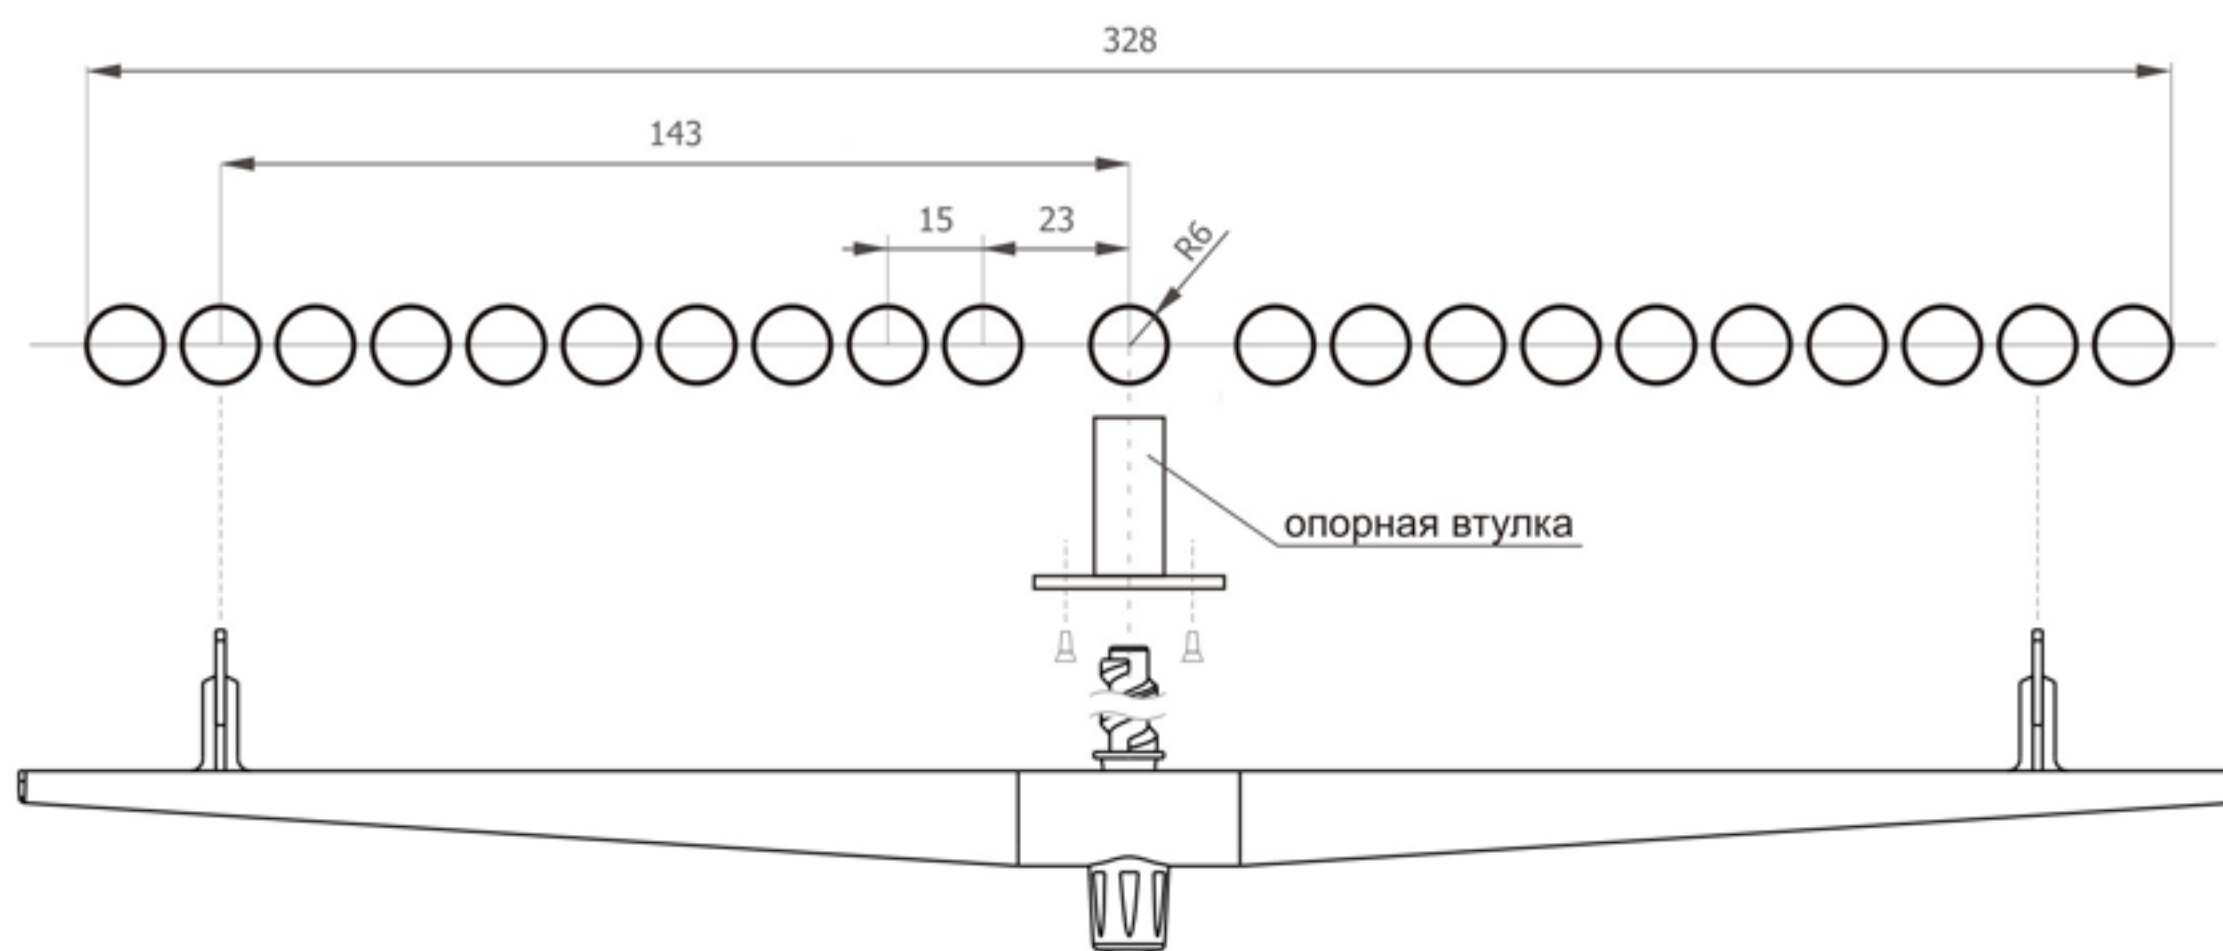

рис. 1
1. Отметить место установки клапана в верхней части рамы или створки. Произвести фрезеровку или сверловку профиля согласно рис. 1.